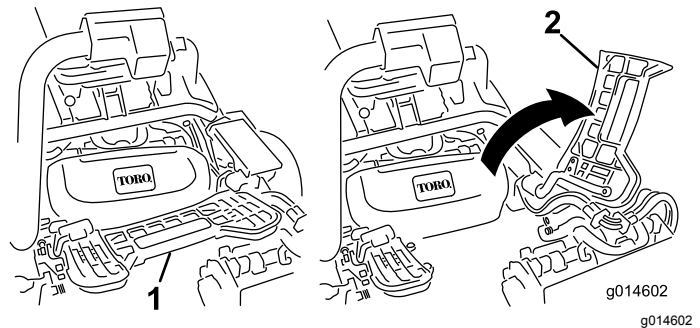

Figura 49
2. Levante el reposapiés y gírelo hacia arriba, para tener acceso a la posición de la unidad de corte central (Figura 49).